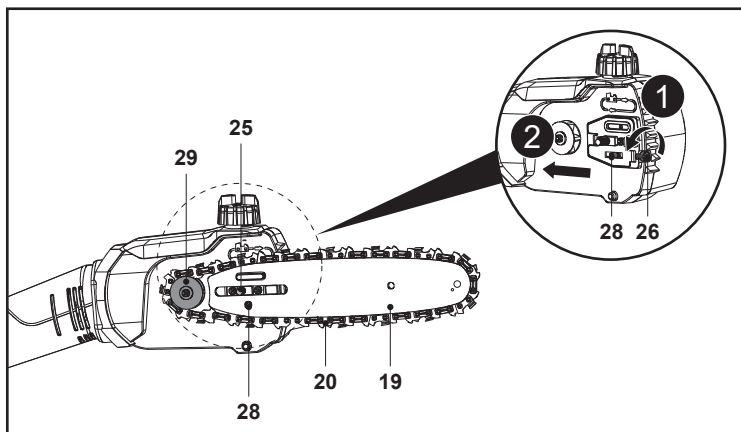

Fig. 7
5. Aliniază ansamblul lanțului de fierăstrău (20) și al lamei de ghidare (19) cu pinionul de antrenare (29) și șurubul de montare (25). Pune lanțul (20) în jurul pinionului de antrenare (29) și apoi coboară lama de ghidare (19) pentru a o instala pe șurubul de montare (25) (fig. 7).
6. Asigură-te că știftul de tensionare a lanțului (28) este introdus în gaura inferioară a lamei de ghidare (19). Strânge sau slăbește șurubul de tensionare (26) cu unealta multifuncțională (31) pentru a regla poziția știftului de tensionare (28) dacă este necesar.